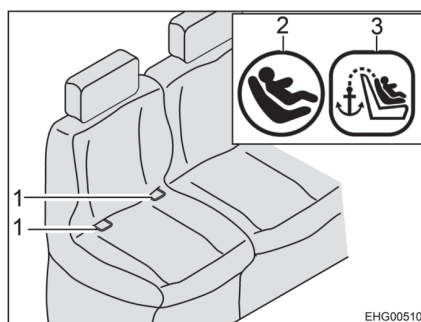
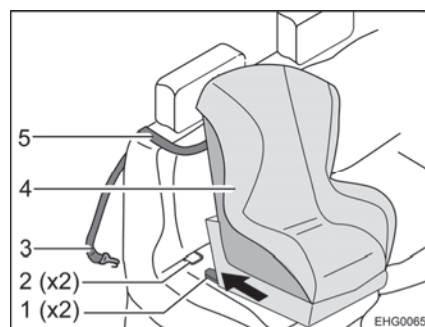

Bild 12 Stol med Isofix
Bild 13 Fastsättning med övre hållrem
- För det övre hållremsskärp (Bild 13,5) över ryggdynan (mellan nackstöd och säkerhetsbältets omstyrning).
- Haka fast fästkorkarna (Bild 13,3) på förankringspunkten på baksidan av nackstödet på fordonssitsen.
- Låt låsarm (Bild 13,1) i fästbygel (Bild 12,1 och Bild 13,2) klicka på plats. Ett tydligt klickande ljud ska höras.
- Kontrollera med ett kraftigt ryck om barnstolen (Bild 13,4) sitter fast.